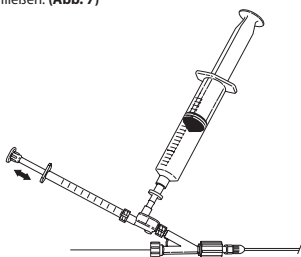

Abb. 8
10. Um die Lösung zu infundieren, die gewünschte Dosis auf die 1-mL-Spritze ziehen und injizieren. Die 1-mL-Spritze erneut füllen und den Infusionsvorgang wie erforderlich wiederholen. (Abb. 8)